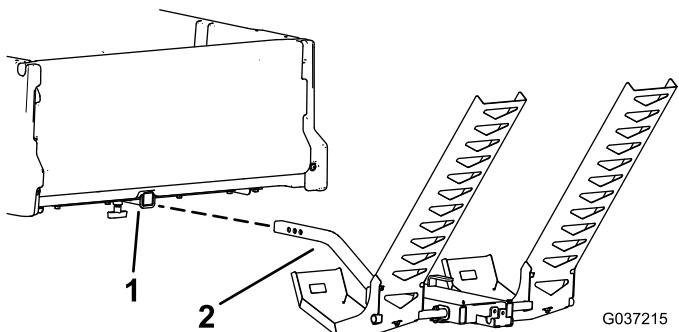

Рисунок 7
6. Вставьте крепление разбрасывателя в сборе в трубу приемного устройства автомобиля (Рисунок 7).